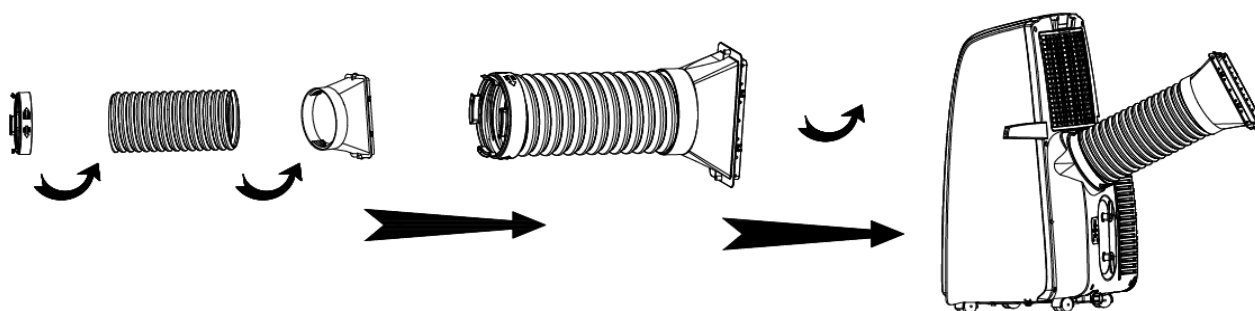

Figura 6
1) Installazione dell'apparato del tubo di scarico e del suo adattatore (Figura 6)
- B. Estendi il tubo di scarico ad un'estremità, avvita la parte rotonda dell'adattatore nel tubo di scarico in maniera anti-oraria (come in Figura 6)